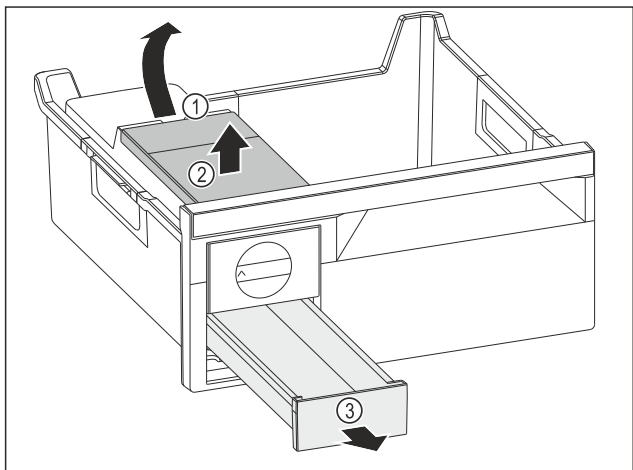

Fig. 105
- ▶ Вийняти бак для води: підняти бак для води за заглиблення Fig. 105 (1).
- ▶ Вийняти бак для води Fig. 105 (2) рухом вгору.
- ▶ Вийняти висувний ящик для кубиків льоду Fig. 105 (3) рухом вперед.